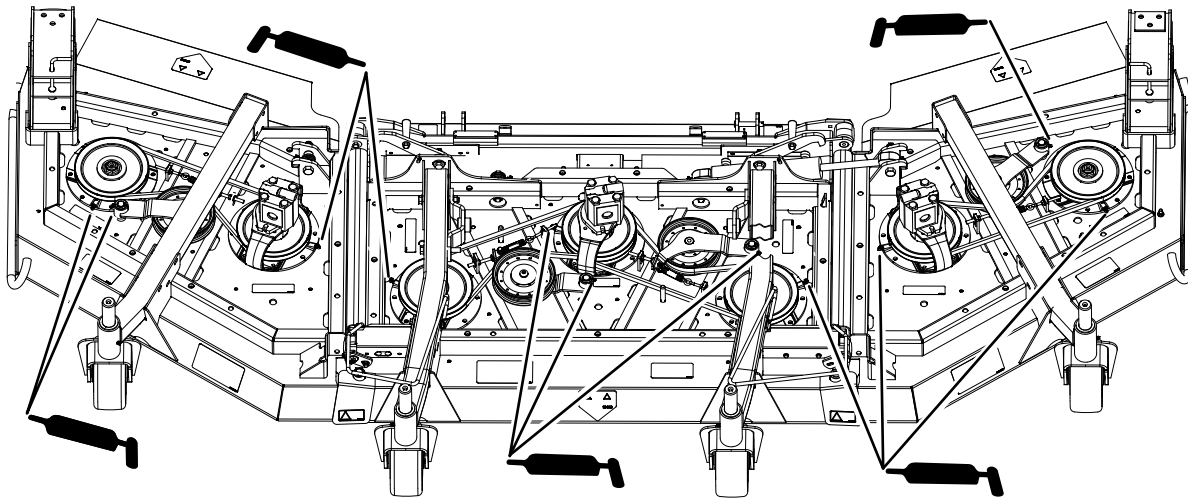

Figura 83
- Cojinetes de eje (3) (situados debajo de la polea (Figura 83).
- Casquillos del pivote del brazo tensor (2) (Figura 83)